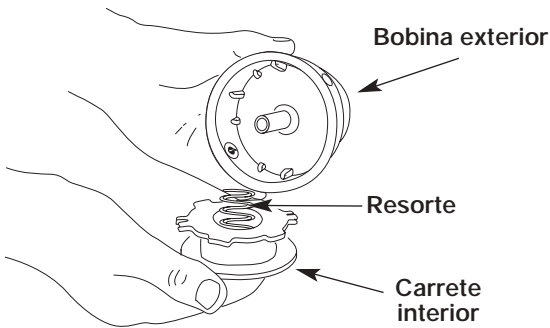

Figure 18
2. Saque el carrete interior de la bobina exterior (Fig. 18).
3. Saque el resorte del carrete interior (Fig. 18).
2. Saque el carrete interior viejo de la bobina exterior (Fig. 18).
3. Saque el resorte del carrete interior viejo (Fig. 18).